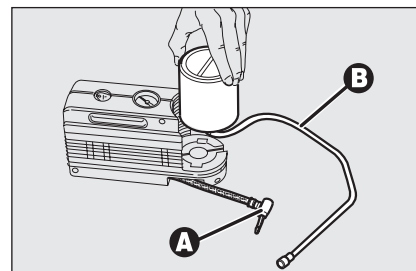

fig. 20
- ☐ déconnecter l'attelage **A**-fig. 20 et le tuyau **B**;